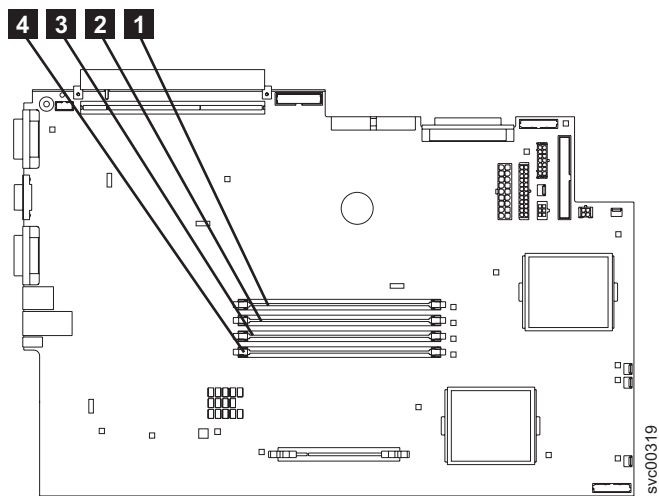

図 82. SAN ボリューム・コントローラー 2145-4F2 メモリー・モジュールの見つけ方
- SAN ボリューム・コントローラー 2145-4F2: これらのメモリー・モジュールをノード前面から見ると、各モジュールは、図 82に示すように、**4** から **1**、(左から右の順番) で番号が付けられます。モジュール **4** と **3** はバンク 2 にあります。モジュール **2** と **1** はバンク 1 にあります。